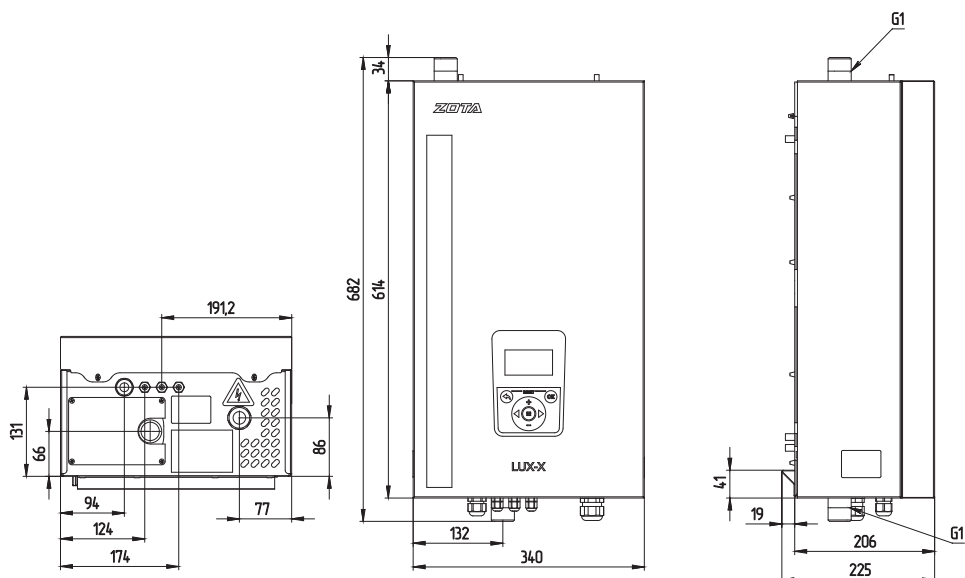

Рис.8 Габаритные размеры ZOTA LUX-X 4,5-7,5
- подсоединить котел к системе отопления. Габаритные и присоединительные размеры котлов указаны на **рис.8, 9, 10, 11, 12, 13**;